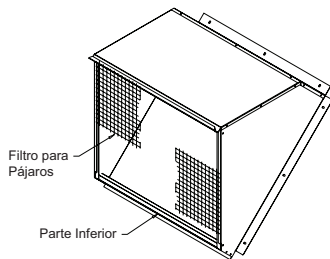

Figura 3 — Ensamblaje Superior y Delantero
- Ensamble la parte superior con las partes delantera y laterales superponiéndola con los rebordes, como se muestra en la Figura 3. Use los tornillos de plancha de 5/8" de largo que se proporcionan.